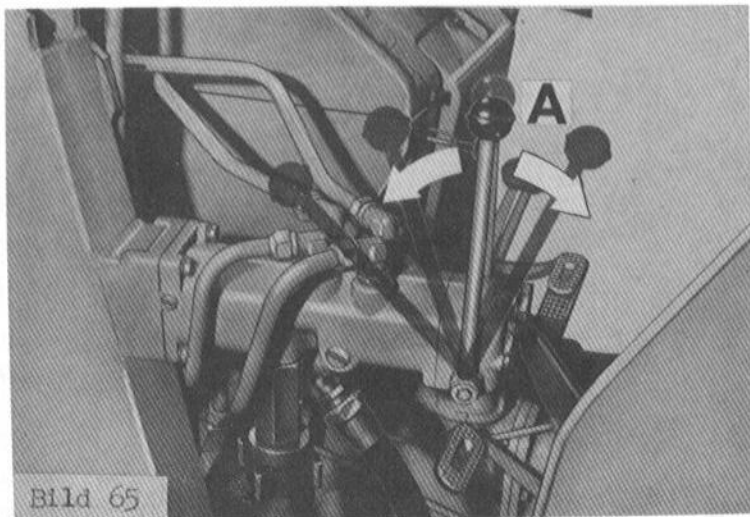

Bild 65
1) Laderbedienungshebel (Bild 65)